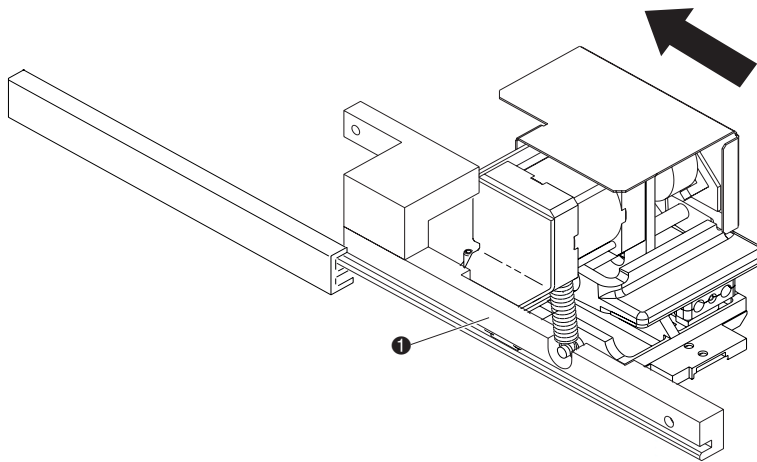

Figura 4-23: Reinstallazione del fermo del dispositivo di aggancio
1. Tirare verso di sé il dispositivo di aggancio (vedere la Figura 4-23).
2. Inserire il fermo del dispositivo di aggancio ❶ nella guida di accompagnamento in modo che si trovi nella posizione illustrata nella Figura 4-23.